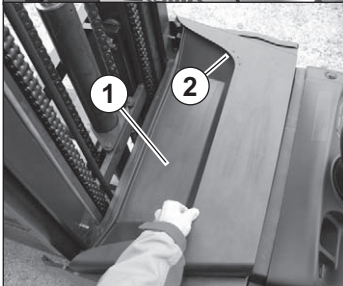

Fig. 38 Åbne batterilåget
➤ Hold altid batterilåget i det indlejrede greb **2** eller håndtagsstrippen **3** (se fig. 38), aldrig i bunden.
2. Hold batterilåget **1** i det indlejrede greb **2** eller håndtagsstrippen **3**, og åbn det (se fig. 38).
- *Hold altid batterilåget i det indlejrede greb 2 eller håndtagsstrippen 3 (se fig. 38), aldrig i bunden.*